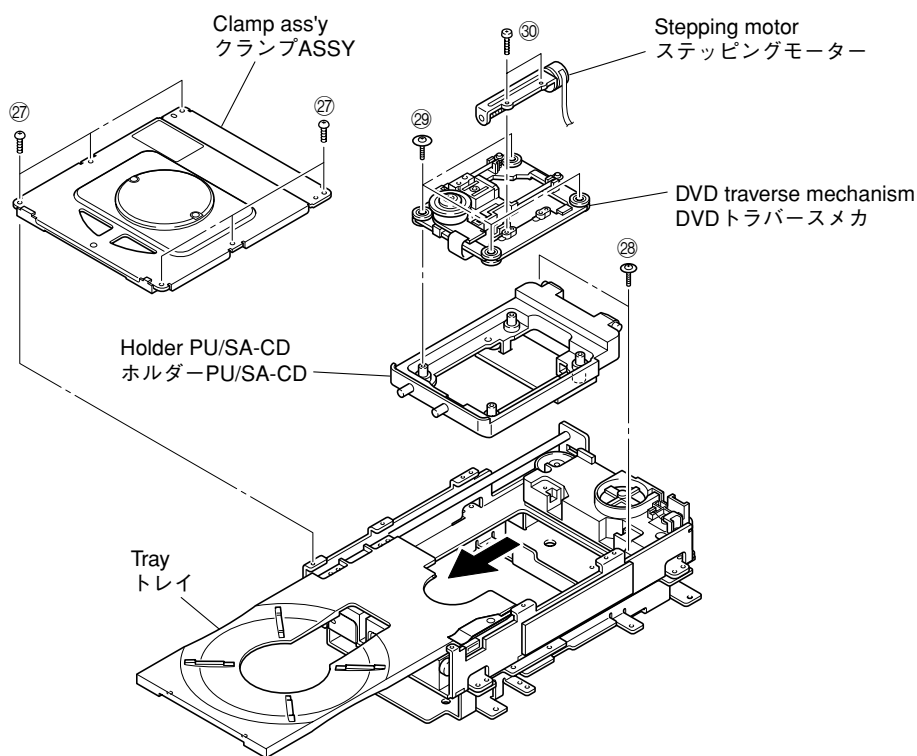

Fig. 11
- Remove 6 screws (27) and then remove the clamp ass'y. (Fig. 11)
- Push out the tray by pushing its rear. (Fig. 11)
- Remove 2 screws (28). (Fig. 11)
- Remove the DVD traverse mechanism together with the holder PU/SA-CD. (Fig. 11)
- Remove 4 screws (29) and then remove the DVD traverse mechanism. (Fig. 11)
- Remove 2 screws (30) and then remove the stepping motor. (Fig. 11)
- 27のネジ6本を外し、クランプASSYを取り外します。(Fig. 11)
- トレイの後方を押し、トレイを押し出します。(Fig. 11)
- 28のネジ2本を外します。(Fig. 11)
- DVDトラバースメカをホルダーPU/SA-CDと一緒に取り外します。(Fig. 11)
- 29のネジ4本を外し、DVDトラバースメカを取り外します。(Fig. 11)
- 30のネジ2本を外し、ステッピングモーターを取り外します。(Fig. 11)